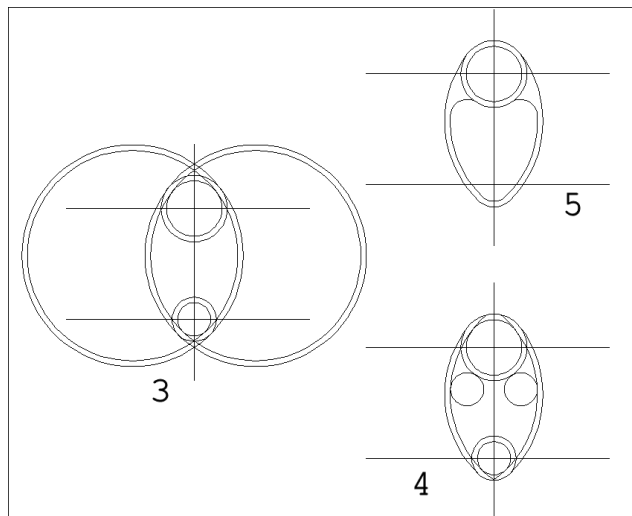

Fig.4.32
- Ajuster les cercles pour finaliser la pièce (fig.4.32).